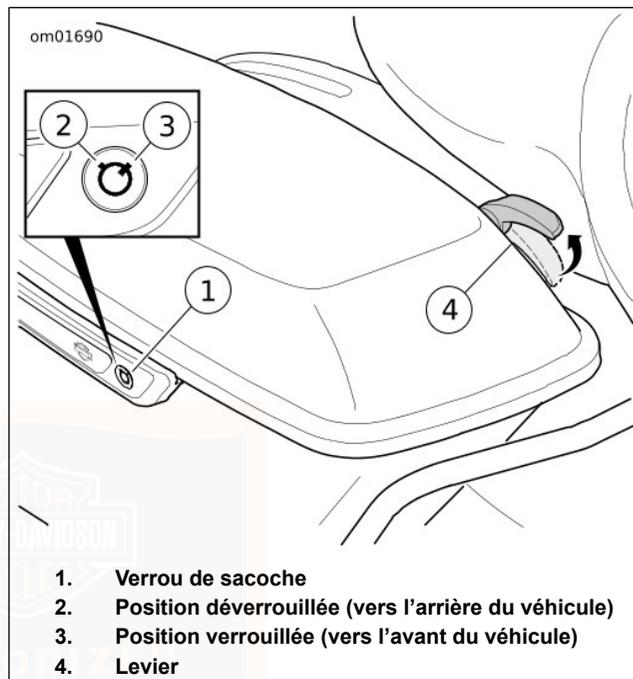

Figure 38. Sacoche
1. Voir Figure 38 . Déverrouiller la sacoche à l'aide de la clé.
1. Voir Figure 38 . Fermer le couvercle de la sacoche.
1. Voir Figure 38 . Ouvrir la sacoche.